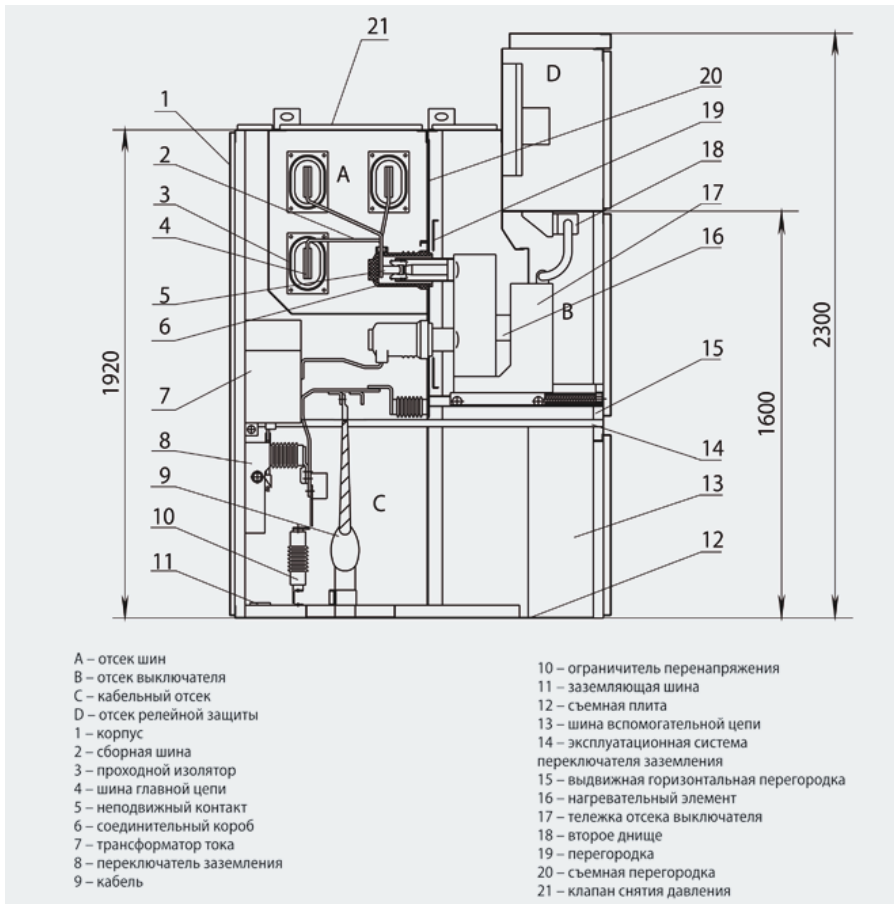

Рис.5.1 Устройство РУ KYN28A-12(Z)(GZS1)
1. Конструкция РУ показана на рис. 5.1.